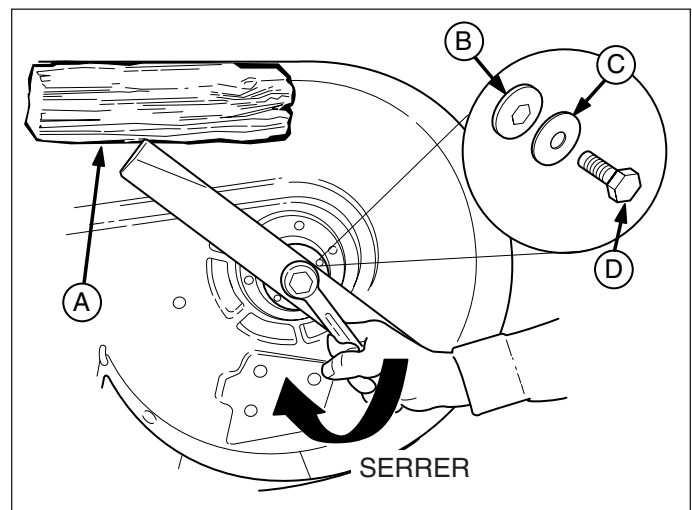

Figure 30. Installation de la lame - Modèles de 97 cm et 112 cm
3. **Modèles de 97 cm et 112 cm :** Retirer le boulon de fixation (A, figure 30), la rondelle élastique (C), la rondelle hexagonale (B) et la lame.
6. Remonter la lame (figures 30 et 32) avec les languettes dirigées vers la tondeuse comme l'indiquent les figures. Remonter la goupille de positionnement (E).
7. **Modèles de 97 cm et 112 cm :** Remonter la rondelle hexagonale (B, figure 30), la rondelle élastique (C) et le boulon de fixation (D). Bloquer la lame avec une cale en bois (A) pour l'empêcher de tourner et serrer le boulon de fixation (D) à 61-75 Nm.